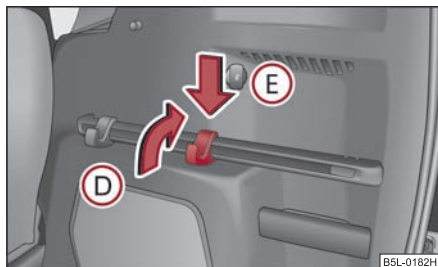

Fig. 97 Portbagajul: Demontarea cârligelor
- Deplasați cârligul în sensul indicat de săgeata **(B)** în poziția dorită și rabatați cârligul până la limită în sensul indicat de săgeata **(C)**, în jos ⇒ fig. 97.
- Rabatați în jos cârligele, în sensul indicat de săgeata (C), până la limită ⇒ pagina 87, fig. 97.